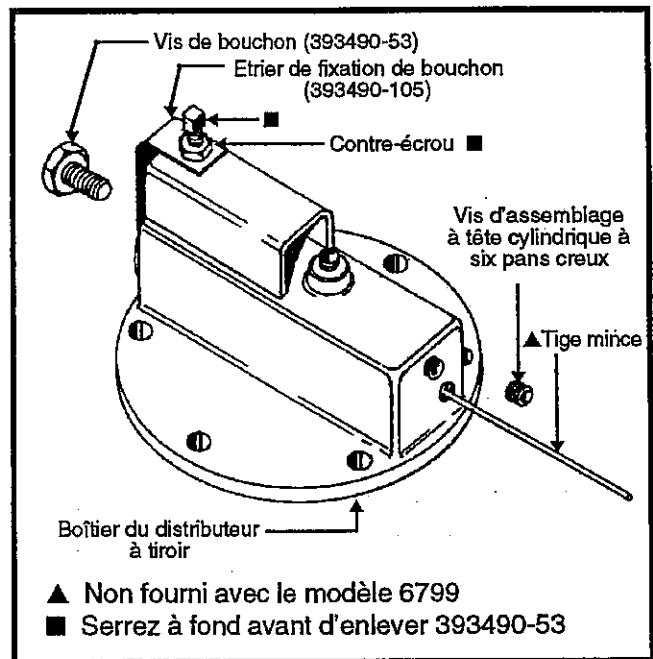
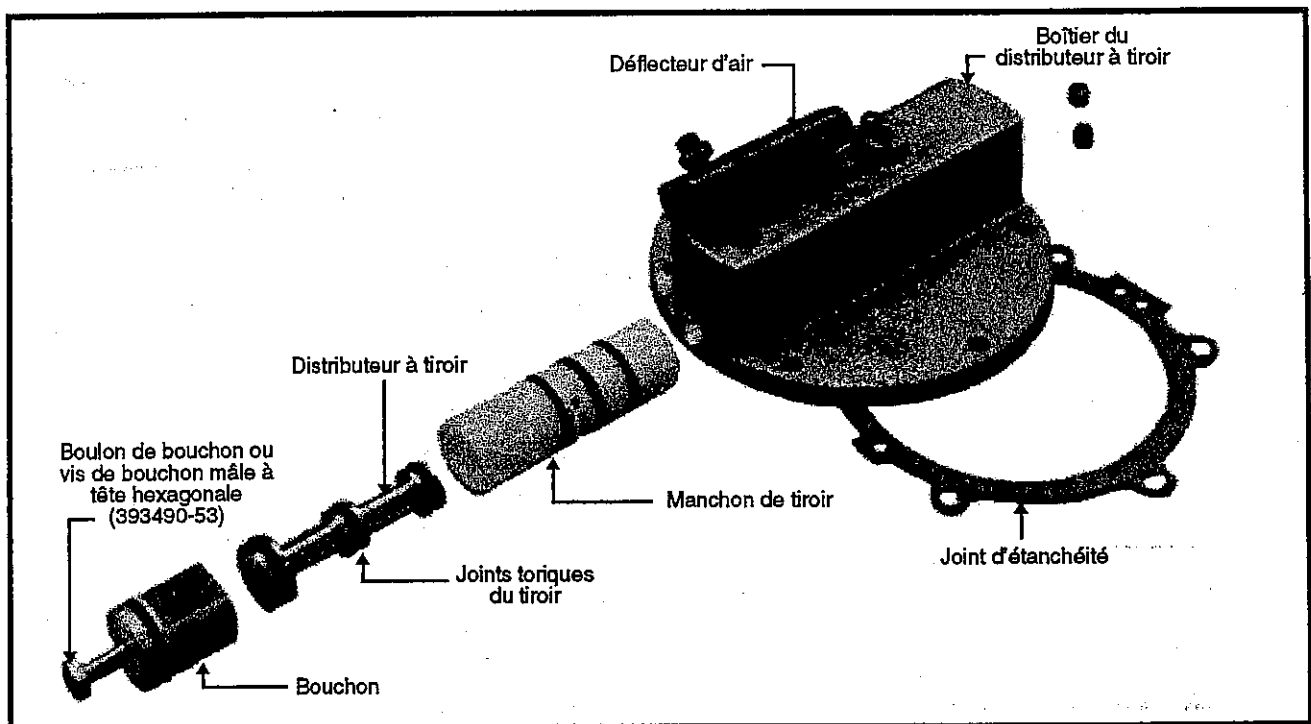

Figure 10: Distributeur à tiroir coincé
Figure 11 : Distributeur à tiroir et pièces associées
3. Déconnectez d'abord l'apport d'air, puis enlevez la vis d'assemblage à tête cylindrique à six pans creux à l'extrémité du boîtier de soupape d'air (Figure 10) et la vis 393490-2 dans le bouchon 393490-52 (Figure 4). A l'aide des tiges minces, effectuez un mouvement de va et vient du distributeur à tiroir 393490-11 (Figures 4, 10 ou 11) pour essayer de dégager le tiroir coincé ou lent. Remplacez les deux vis aux deux extrémités du boîtier de soupape d'air et vérifiez le bon fonctionnement.
4. Si la pompe ne tourne pas et que vous pouvez entendre l'air s'échapper de l'évacuation d'air (Figure 2), il faut enlever le distributeur à tiroir (Figure 11). Déconnectez l'apport d'air.
Desserrez l'écrou et la vis de serrage et retirez le déflecteur d'évacuation d'air du dessus de la pompe (Figure 10).
(a) Enlevez le bouchon 393490-55 (Figures 4 ou 10). Utilisez le boulon fourni et tirez sur celui-ci pour enlever le bouchon (Figure 11).
(b) Le tiroir (Figure 11) peut être enlevé en poussant une longue tige mince à travers l'orifice de vis (Figure 10).